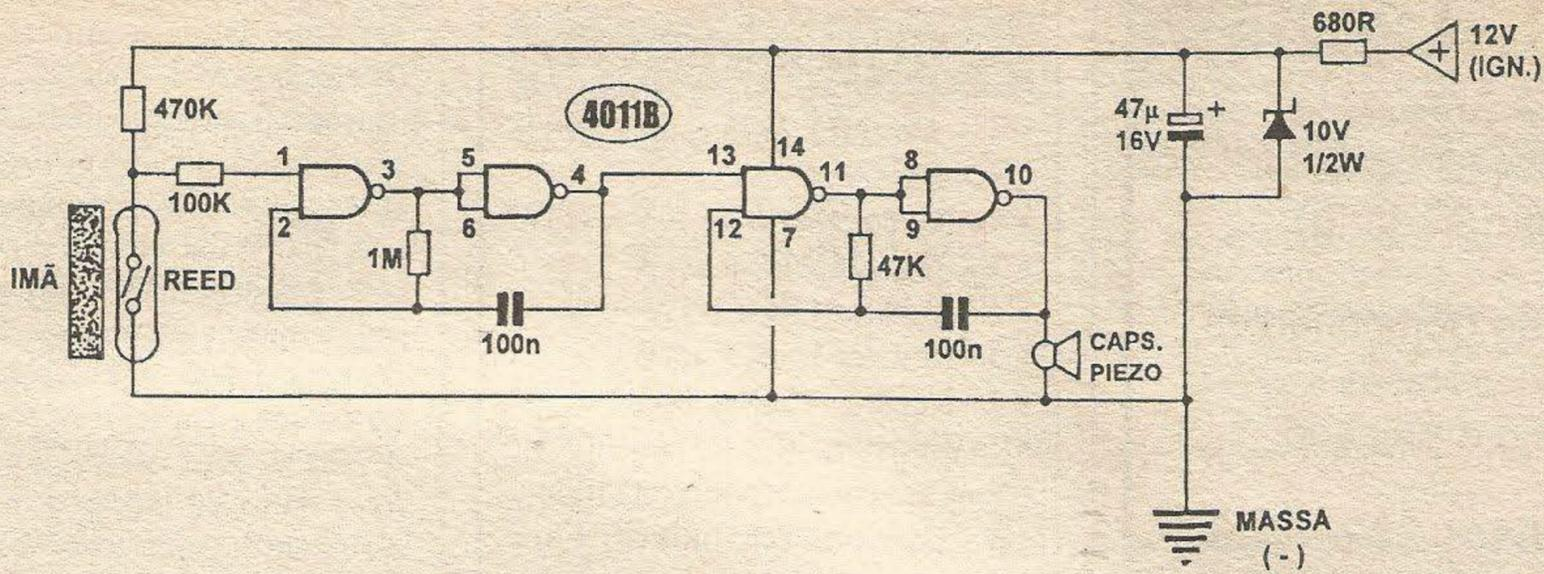

Fig. 1
- FIG. 1 - DIAGRAMA ESQUEMÁTICO DO CIRCUITO - Temos insistido aqui em APE que boas idéias geralmente são aquelas que apresentam uma maneira simples de serem implementadas... É o caso do LECIN, com seu circuito ultra-singelo, totalmente centrado - em sua parte ativa - num único integrado da família digital C.MOS, o 4011B (4 gates NAND de duas entradas cada...). O sinal sonoro básico é gerado por um simples astável estruturado com os gates delimitados pelos pinos 8-9-10 e 11-12-13, gerando um tom de áudio na faixa aguda do espectro (frequência determinada pelo resistor de 47K e capacitor de 100n), traduzido por uma cápsula piezo acoplada ao pino 10 (saída do astável...). O mencionado astável é do tipo *gatilhado*, funcionando o pino 13 como terminal de *entrada de autorização*, e com o oscilador apenas operando quando tal pino vê nível digital *alto*... Um segundo astável (este operando em frequência bem mais baixa - alguns ciclos por segundo - determinada pelo resistor de 1M e capacitor de 100n) é estruturado com os gates dos pinos 1-2-3 e 4-5-6, de modo que sua saída (pino 4) controle diretamente o terminal de *autorização* do primeiro oscilador já descrito, com o que ocorre uma modulação crua, tipo *tudo ou nada*, gerando (quando acionado...) o som de *bip...bip...bip...*, em manifestação *bem rápida*, absolutamente *não ignorável* (ainda que o som não seja muito alto...). O astável lento também é do tipo *gatilhado*, com seu pino de entrada (1) determinando o funcionamento ou não, na medida em que recebe nível digital - respectivamente - *alto* ou *baixo*... Esse nível de autorização é obtido (via resistor de proteção - 100K...) da junção de um interruptor magnético de ampola hermética (REED) - ao *negativo* geral da alimentação - com um resistor de 470K - ao *positivo* da